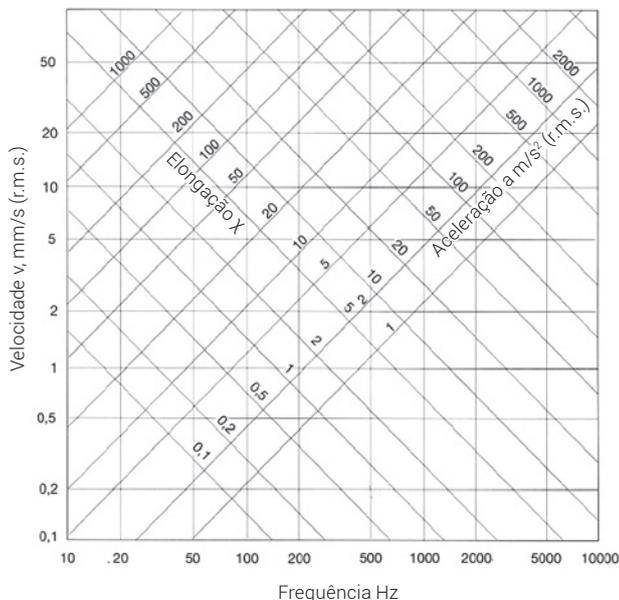

Figura 5.
O sistema desenvolvido pode ser visto, na sua forma final, na Figura 5.
Figura 5. Protótipo do sistema. Legenda: (1) Alimentação AC (interruptor diferencial e disjuntor); (2) Subsistema do cliente: Fonte de alimentação 24 VDC; Switch Ethernet; PLC AXC CLOUDPRO; Painel de supervisão (TP3057Q); (3) Subsistema do fabricante: Fonte de alimentação 24 VDC; Switch Ethernet; ILC 130ETH; CLOUD COUPLER-PRO.
Na Figura 5 estão representadas graficamente estas expressões. Podemos observar que com dois a_0 , f ó v_0 , f ó χ_0 , f podemos definir este tipo de movimento.